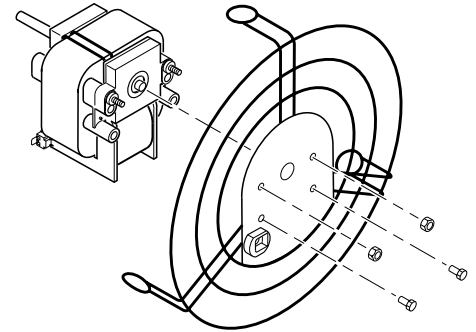

Figure 12 - Retrait ou fixation de la grille de ventilateur sur le moteur
4. Retirer les deux écrous et les deux vis de fixation de la grille de ventilateur au moteur à l'aide d'une clé à douille. Retirer la grille du moteur (voir la Figure 12).